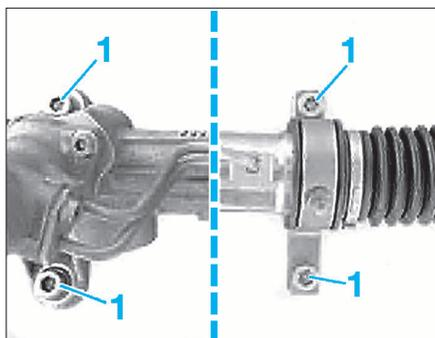

FIG. 18
- Dévisser la vis (2) et déposer la tôle calorifuge.
- l'écrou (3) et retirer le support de conduite haute pression.
- les fixations (1) (Fig.18) du boîtier de direction.